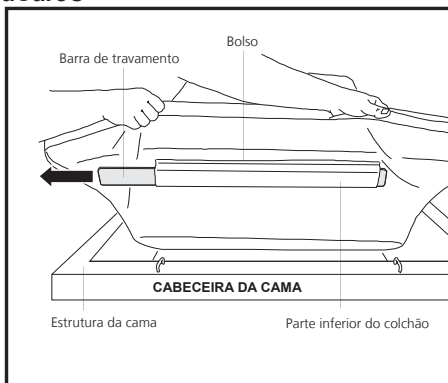

Figura 1
2. Deslize a barra de travamento localizada no bolso na parte inferior da cabeceira do colchão para um lado, conforme mostrado à direita (Figura 1).